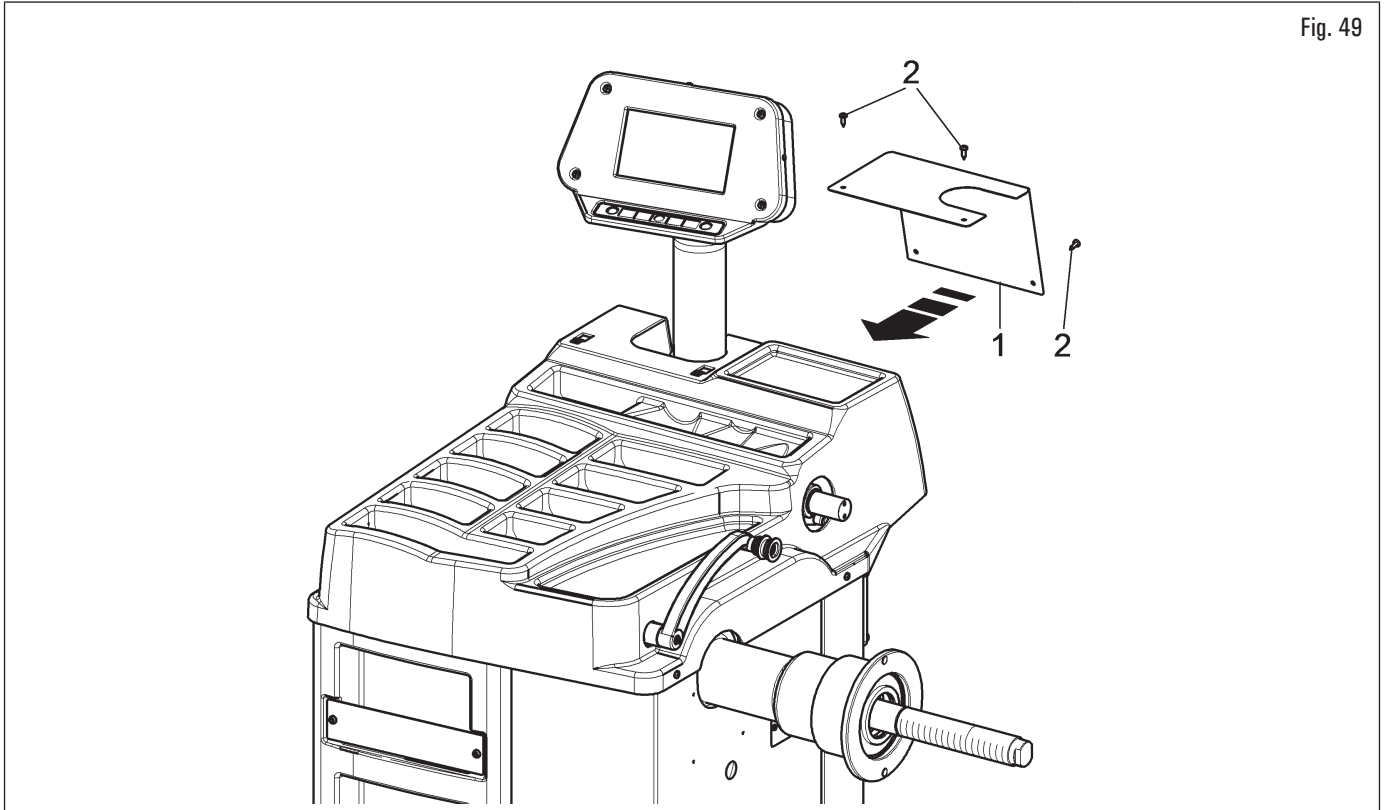

Fig. 49
3. rimontare la lamiera (Fig. 49 rif. 1), svitata in precedenza, con le viti (Fig. 49 rif. 2), fornite in dotazione.